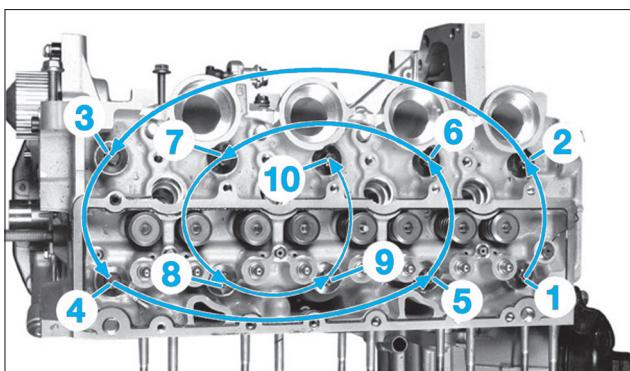

Fig. 53
- Déposer les vis de fixation (5), (6) des supports de pompe haute pression carburant.
- À l'aide de l'outil [1], desserrer les vis de fixation de la culasse dans l'ordre indiqué (Fig.53.)